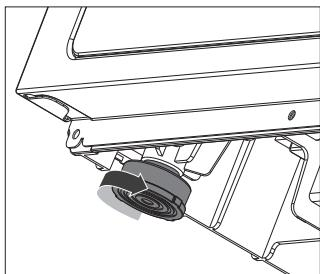

Abb. 1: Stellen Sie die Füße ein und ziehen Sie sie fest
B. Richten Sie alle vier Beine der Waschmaschine aus (Wie in Abbildung 1 dargestellt).